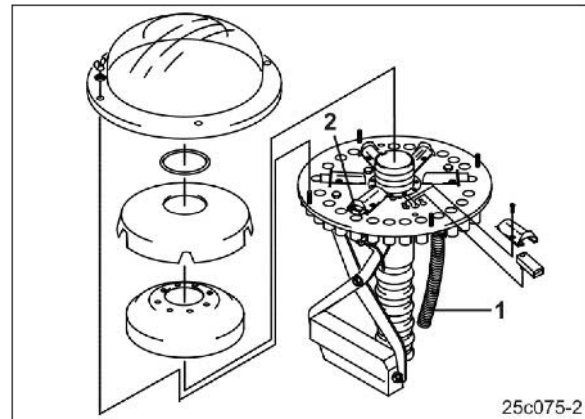

Fig. 128
- Die Saatleitungsrohre (Fig. 128/1) der Fahrgassenschare müssen an den Verteilerkopfoffnungen befestigt sein, die von den Schiebern (Fig. 128/2) geschlossen werden können.
Zum Anlegen von zwei Spuren können pro Spur im Verteilerkopf von den Schiebern (Fig. 128/2) geschlossen werden:
- Nicht benötigte Schieber (Fig. 128/2) deaktivieren.